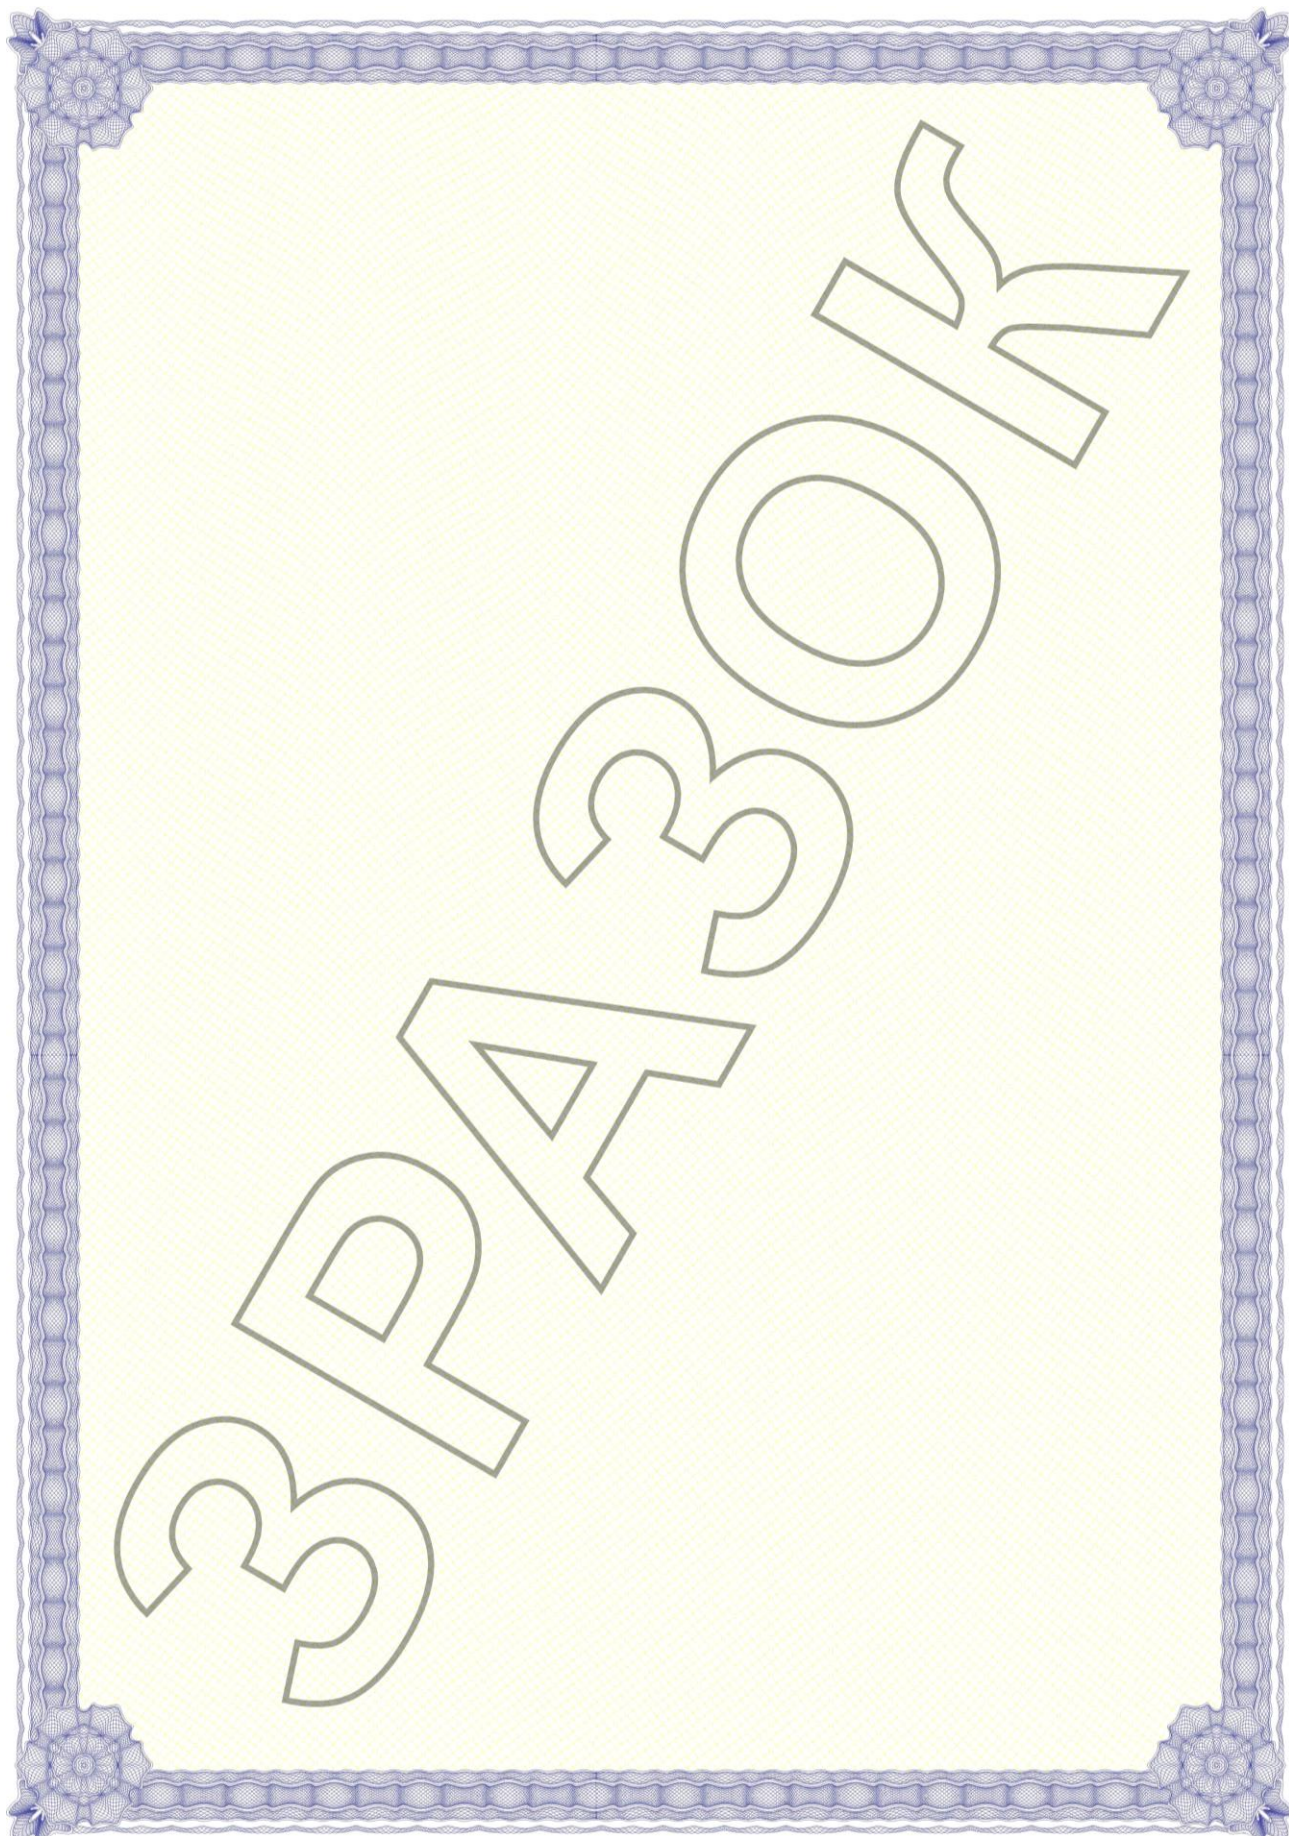

Рисунок 8 – Загальний вигляд бланка додатка до диплома європейського зразка та бланка академічної довідки ВСП «ГФК ТНТУ»
2.2.2. Друк бланку додатка до диплому європейського зразка виконується поліграфічним (офсетним) способом, фарбами PANTONE 101с, PANTONE 7456С на обох сторонах бланку, на яких розміщені антисканерні гільйошні елементи (бордюри, розетти, узор, фонові сітки, геометричні лінії із змінною товщиною не більше 150 мкм). (рис. 8)